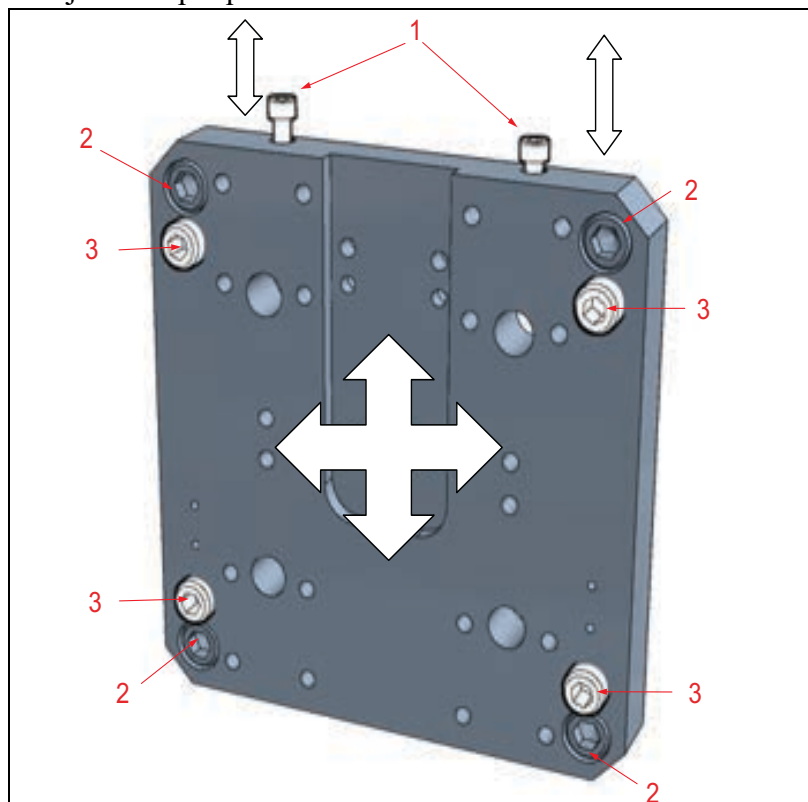

FIGURE 4-5. PLAQUE DE MONTAGE DE LA TÊTE DE FRAISAGE ET POINTS D'ÉQUERRAGE
- a) Desserrez les quatre vis à tête cylindrique de façon à ce qu'elles soient juste légèrement serrées (de 1 à 3 pi-lb [1 à 4 Nm]), comme illustré à la Figure 4-5, de sorte que les vis de réglage de tramage puissent ajuster la plaque.
Il y a deux vis à tête de chaque côté de la tête de fraisage, montée au centre de la plaque de tramage illustrée à la Figure 4-5.